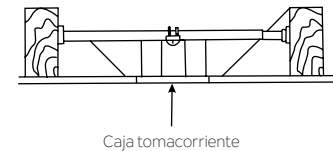

Fig. 4
**NOTA:** Según la ubicación escogida para la instalación, quizás deba comprar e instalar un “colgante para viga” para colocar la caja tomacorriente. Asegúrese de que el colgante para viga que compre esté diseñado para usarse con ventiladores de techo (Fig. 4)